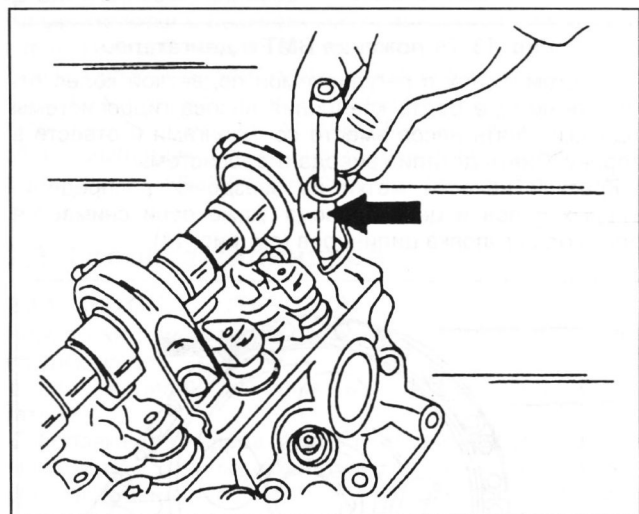

Рис. 19. Болты крепления головки цилиндров.
- ◆ Болты крепления головки цилиндров длиной 165 мм одновременно служат и для крепления корпусов подшипников распределительного вала (см. рис. 19).